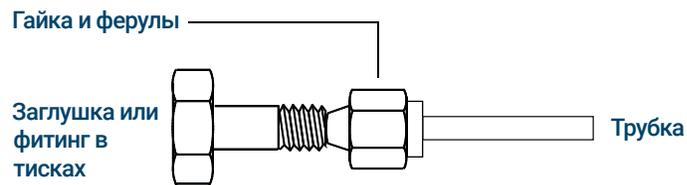

Рис. 24. Сборка фитинга
- 3** Вставьте трубку в заглушку из нержавеющей стали. См. **Рис. 24**.